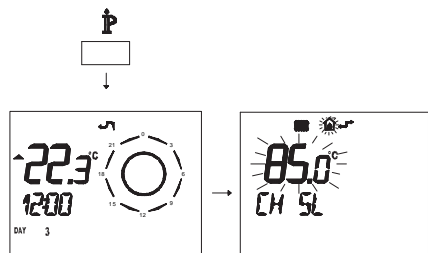

Figura 5.38
- Pulse durante más de 3 segundos el botón **IP** para entrar en la modalidad **INFO** (Figura 5.38).